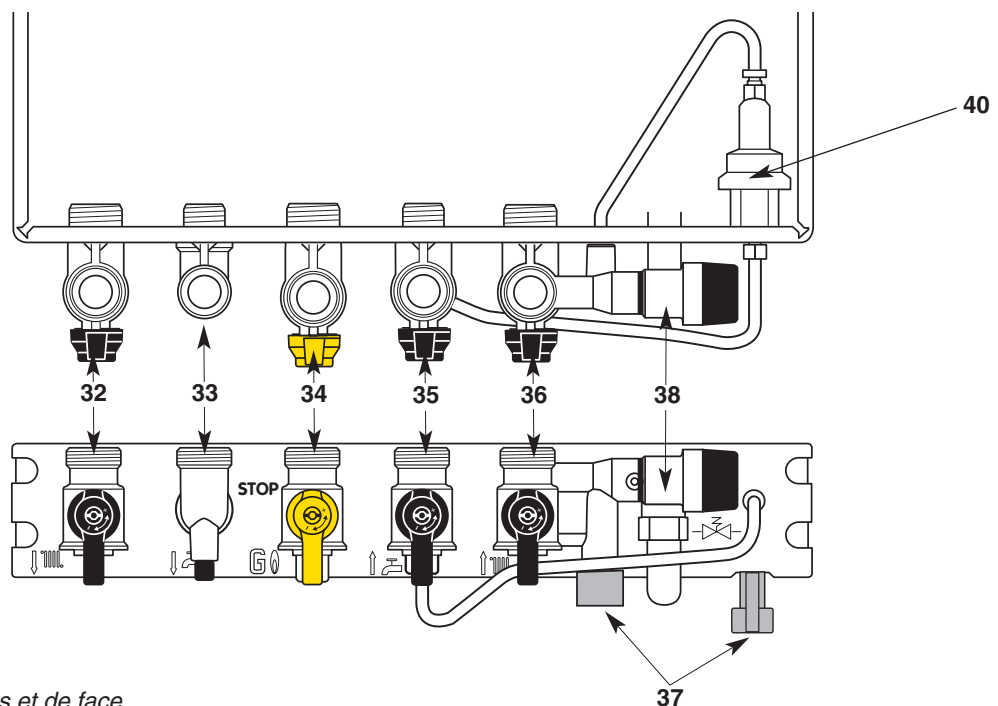

Fig. 22 - Vues de dessus et de face
Barrette robinetterie (fig. 22)
4. Ouvrez le robinet d'arrivée de gaz **34** (fig. 22), sur la position .
- Coupez l'arrivée du gaz en tournant le robinet **34** (fig. 22), sur la position STOP.
Dans certains cas d'installation, il est possible qu'il se produise, après puisage d'eau chaude, un léger réchauffement de la canalisation (et éventuellement d'un radiateur). Pour l'éviter, il suffit de fermer le robinet départ chauffage **32** (fig. 22).
Ne pas oublier de le rouvrir en début de saison de chauffage, lorsque l'on replace le commutateur **23** (fig. 22) en position .